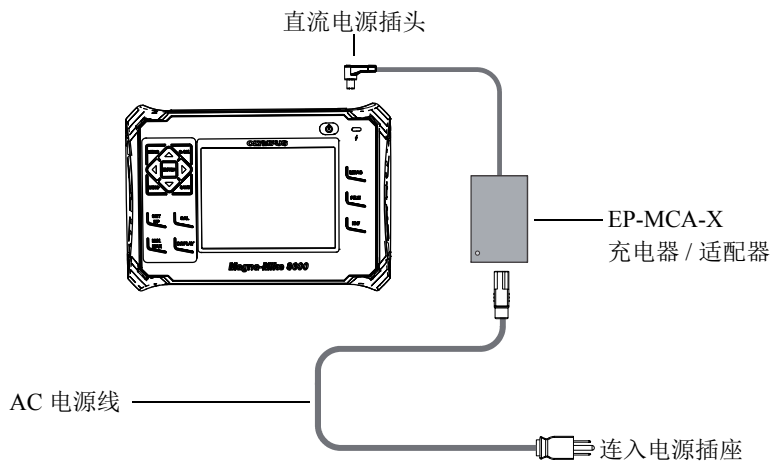

图 1-8 连接充电器 / 适配器
1. 将 AC 电源线的一端连接到充电器 / 适配器，另一端连接到适当的电源插座（参见第 20 页的图 1-8）。